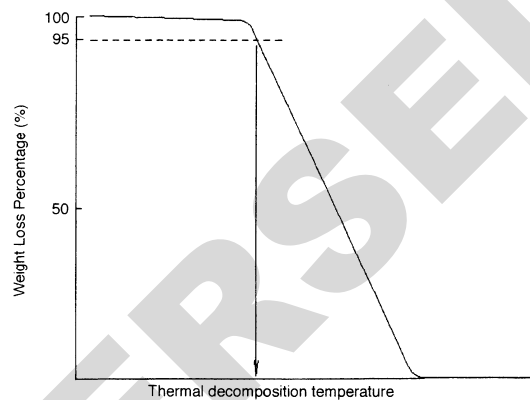

図 1
- 7.1 図 1 において、熱分解は、5%の重量損失における温度によって決定される。